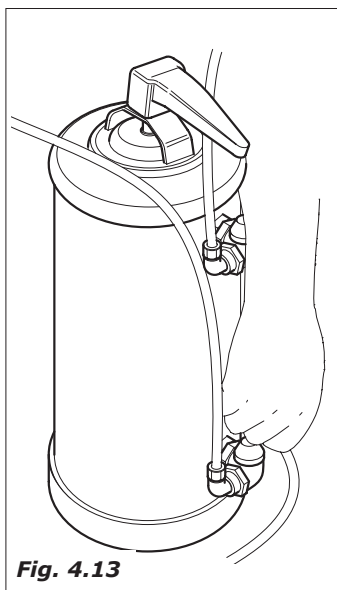

Fig. 4.13
- Aprire il rubinetto (Fig.4.13).